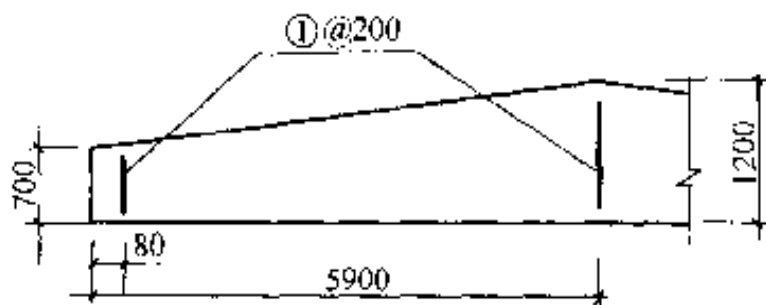

图 7-14 薄腹梁尺寸及箍筋布置
**[例 7-4]** 薄腹梁尺寸及箍筋如图 7-14 所示，试计算确定每个箍筋的高度。